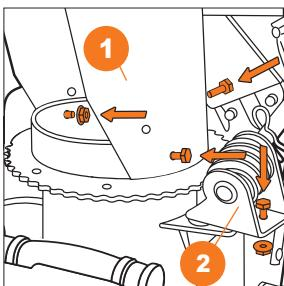

Рис. 11
- Установите желоб **1** на отверстие выброса снега и закрепите его тремя болтами M8x20 и гайками M8. Установите шестерню поворотного механизма желоба **2** и закрепите её болтом M8x30 и гайкой M8. (Рис. 11).